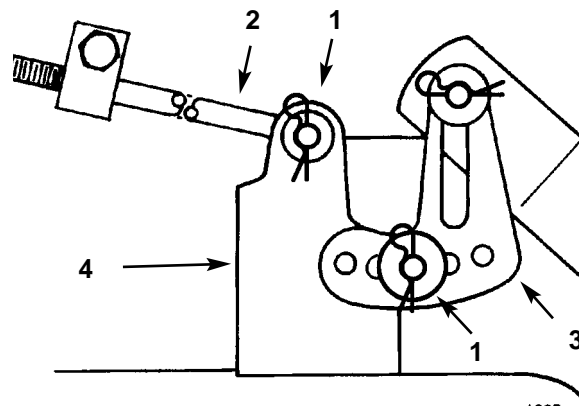

Figure 45
7. Introduire l'extrémité de la longue tige dans le trou du support de montage de la tondeuse (Fig. 45). Installer la rondelle et la goupille fendue de fixation de la tige. Répéter cette opération de l'autre côté de la tondeuse.
8. Monter le support de mise à niveau fendu de la tondeuse sur la goupille du bras de hauteur de coupe (Fig. 45). Installer la rondelle et la goupille fendue de fixation de la tige. Répéter cette opération de l'autre côté de la tondeuse.